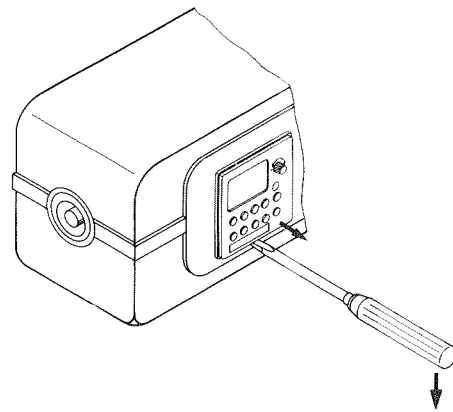

Abb. 3.23
3. Schaltuhr mit einem kleinen Schraubendreher nach vorn ausrasten (an der entsprechenden Ausparung unterhalb der Schaltuhr), und Schaltuhr herausziehen (Abb. 3.23).